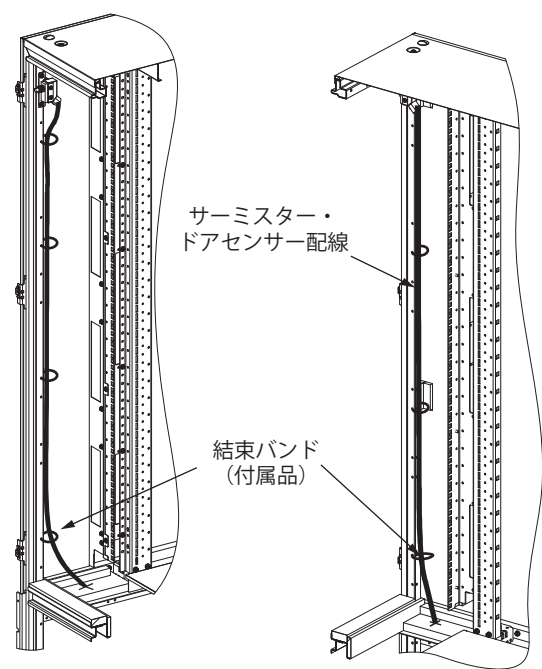

図10
- ③ サーミスター・ドアセンサーの配線がバタつかないように、フレーム内側のφ4.6にラック付属の結束バンドで整線してください（図10）。